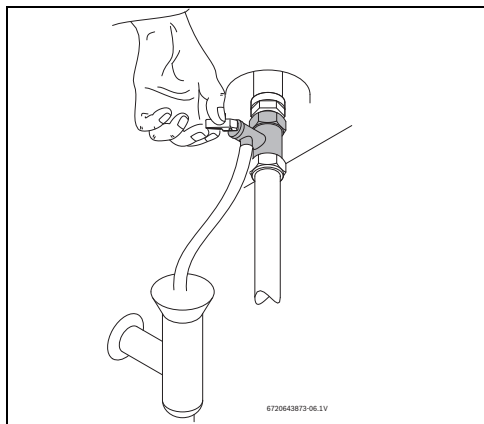

Fig. 12 Apertura manual de la válvula de seguridad
- Abrir la válvula de seguridad (Fig. 12).
- Abrir manualmente la válvula de seguridad al menos una vez al mes (Fig. 12).